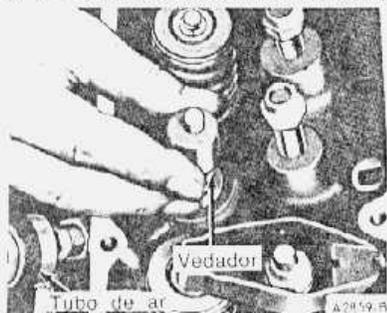

fig. 13 — compressão da mola com cabeçote instalado
4. Instalar a porca no prisioneiro e posicionar a ferramenta para comprimir a mola (fig. 13). Comprimir a mola e retirar as chavetas, a luva, o prato da mola e a mola.